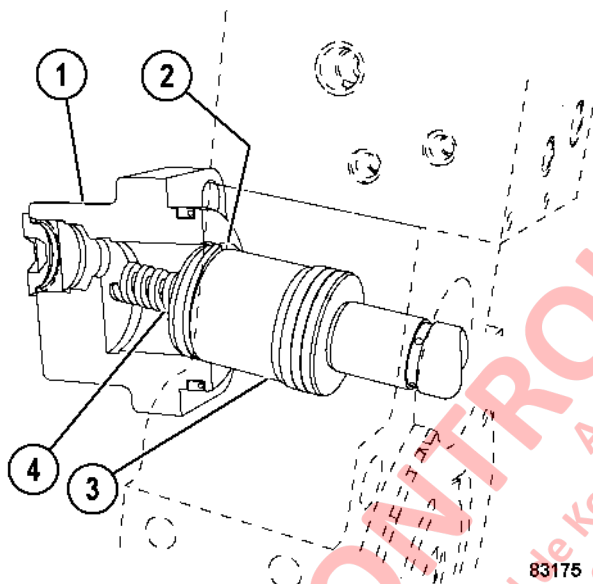

FIGURA 6-16. INSTALACIÓN DE SELLO
7. Pliegue la vejiga y sáquela de la estructura del acumulador. Un leve movimiento de torsión mientras saca la vejiga reduce el esfuerzo requerido (Figura 6-16). Si la vejiga se resbala, sostenga con un paño.